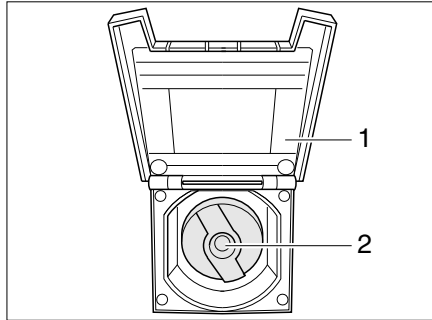

Fig. 348 Coperchio per bocchettone di riempimento dell'acqua potabile
- Aprire lo sportellino (Fig. 348,1) del bocchettone di riempimento dell'acqua potabile.
- Inserire la chiave nel cilindro della serratura (Fig. 348,2) e ruotare in senso antiorario di un quarto di giro.
- Aprire il bocchettone di riempimento dell'acqua potabile (Fig. 348).